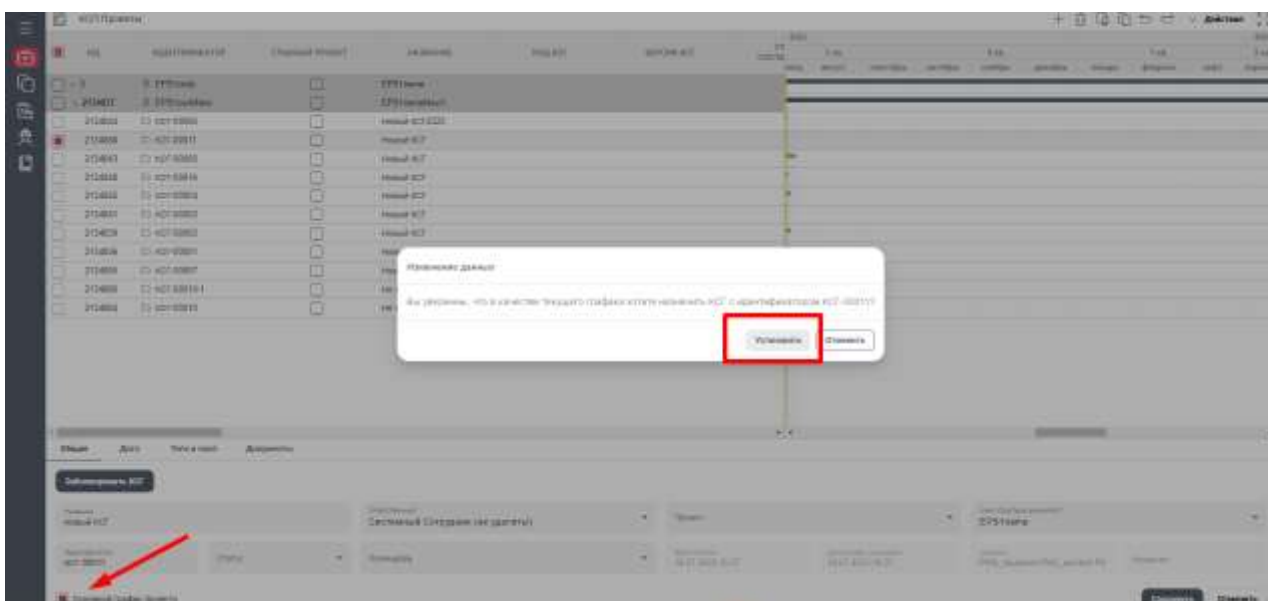

Рисунок 59 – Раздел «Проекты», назначение главного графика проекта
2. В модальном окне нажать «Да» и в нижнем правом углу нажать кнопку Сохранить (Рисунок 59).